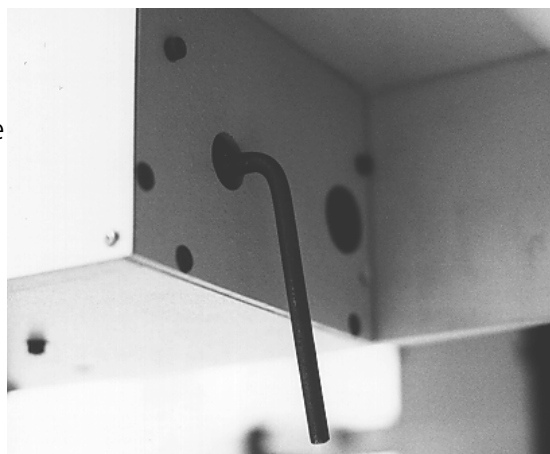

Figura 4-2
1. Quando la corrente è inserita e la macchina in arresto, introducete l'utensile per l'aggiustamento dell'indice nell'apertura dalla parte destra del box per il cambio di colore (consultate la Figura 4-2).